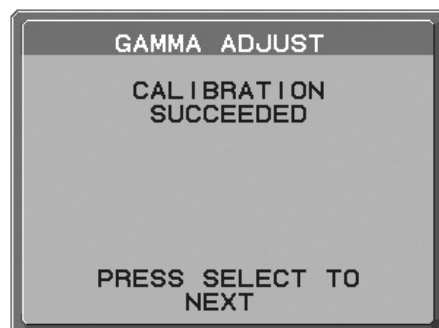

Abbildung 16
- Wenn die Meldung CALIBRATION SUCCEEDED (KALIBRIERUNG ERFOLGREICH) (**Abbildung 16**) angezeigt wird, drücken Sie SELECT. Drücken Sie EXIT, um den Kalibrierungsmodus zu beenden.